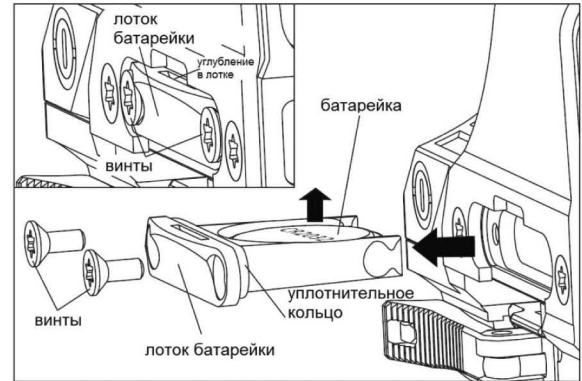

рис.3-1
1) Извлечение батарейки (см. Рис. 3-1):